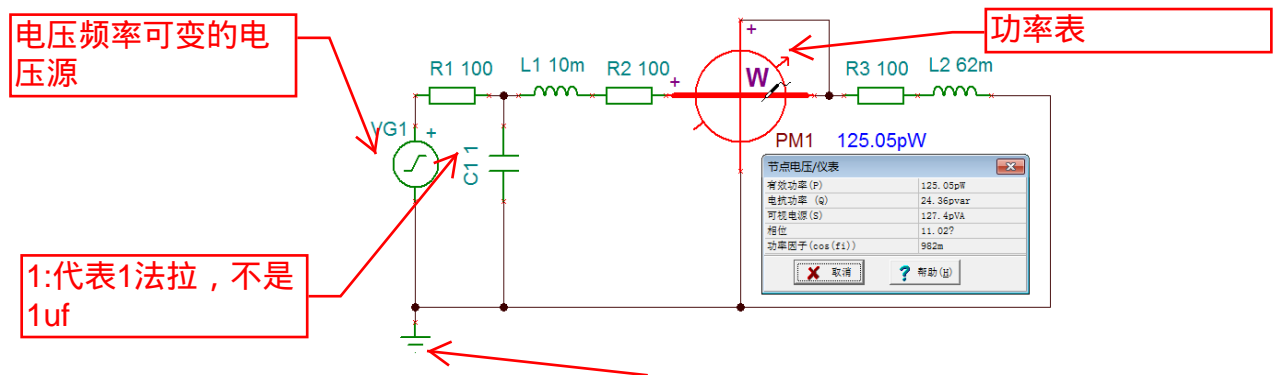

图 55 采用功率表测量电路及分级结果
③ 功率表的使用：从仪表元件库标签中取出功率表替换欧姆表。并如图 55 所示修改电路。执行【分析|交流分析|计算节点电压】菜单命令后，在功率表附近显示有功功率为 125.05pW。用电压探针在功率表上双击，在节点电压/仪表框中显示分析结果。